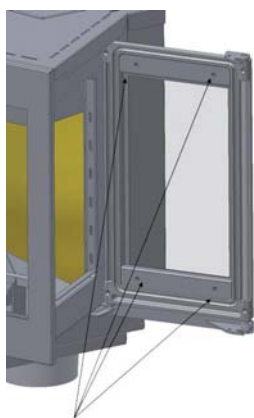

Abb. 7 Entfernen der Glasstreifen
- Entfernen Sie die Glasstreifen an der Innenseite der Tür (siehe Abb. 7).